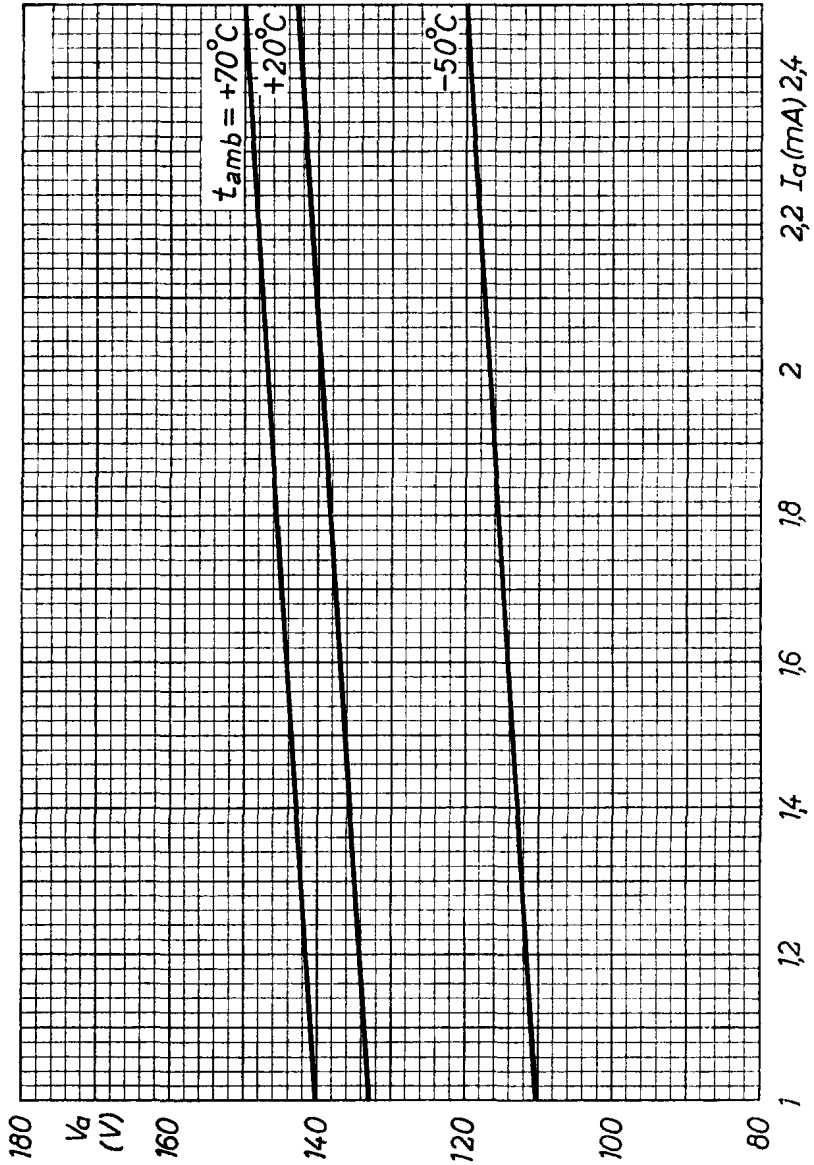

Figure 5
(1) Pendant une durée maximale de 20 ms.
(2) Si l'on travaille à des températures inférieures à 0 °C on pourra noter une plus grande dispersion des caractéristiques (voir figure 5) et une diminution de la durée de vie. En pareil cas, il est préférable de faire fonctionner le tube avec une tension d'alimentation anodique supérieure à 200 V.